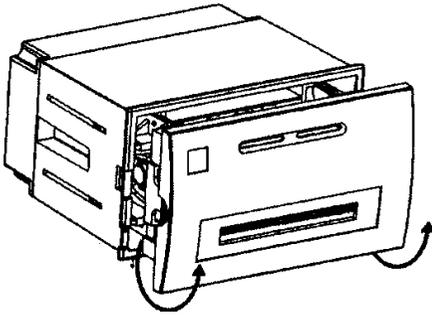

图 1-9
- ②拉住机头架左右向上翻转 90 度，如图 1-9、1-10；